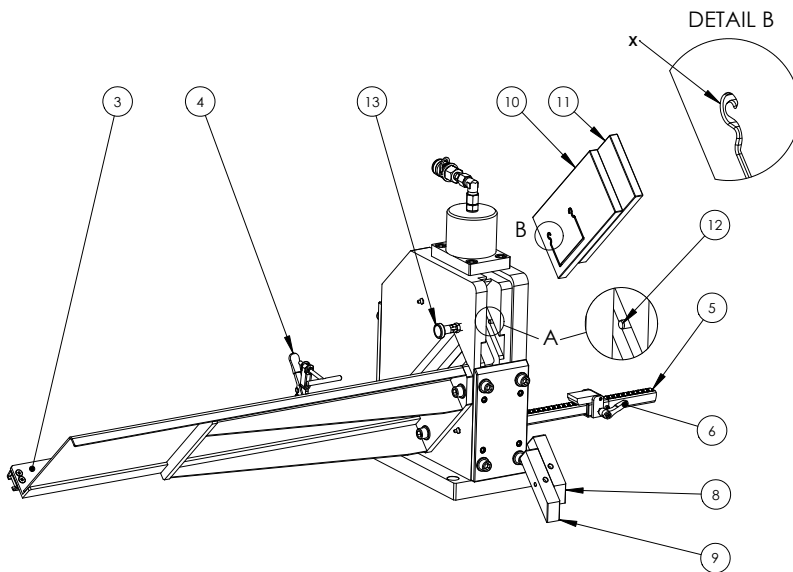

Abb.2
Besitzen die Scherplatten Einlauffasen (siehe Abb. 2, Detail B), dann müssen diese bei der linken Scherplatte „links“ sein und bei der rechten Scherplatte „rechts“.
1. die Lage des zu scheren Profils beim Einlegen so ist, wie in Abb. 2 zu sehen